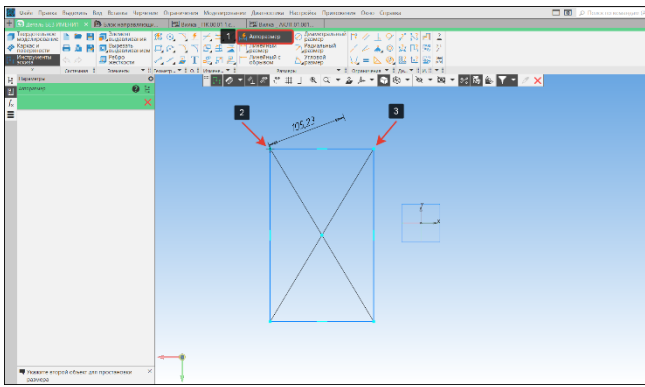

Рисунок 39 – Команда Авторазмер
- В панели Размер выберем команду Авторазмер (1) (Рисунок 39);
- Первым кликом укажем первую вершину прямоугольника (2) (Рисунок 39);
- Вторым кликом укажем вторую вершину прямоугольника (3) (Рисунок 39);